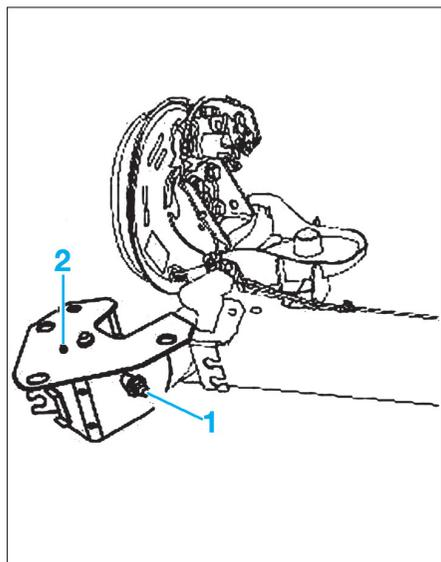
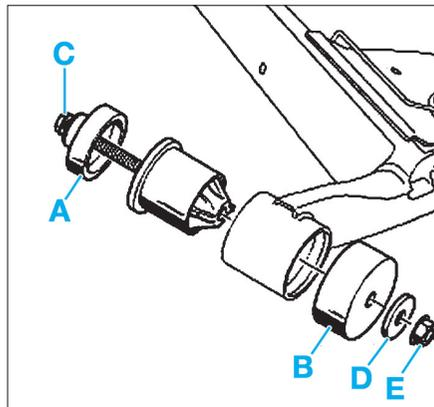

FIG. 22
FIG. 25
- Outil de remontage du palier élastique (Fig.25) :
- les cloches (A) et (B) de l'outil (Tar. 1838)
- la tige filetée (C) de l'outil (Tar. 1838)
- la rondelle (D) de l'outil (Tar. 1838)
- l'écrou (E) de l'outil (Tar. 1838).
- Déposer la vis (1) du palier (2) (Fig.22).
- Retirer le palier (2).
- Mettre en place les outils (Fig.25) :